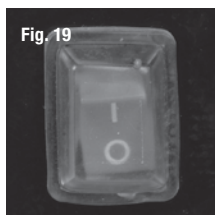

Fig. 19
1. Coloque en posición de apagado el interruptor del motor (Fig. 19)